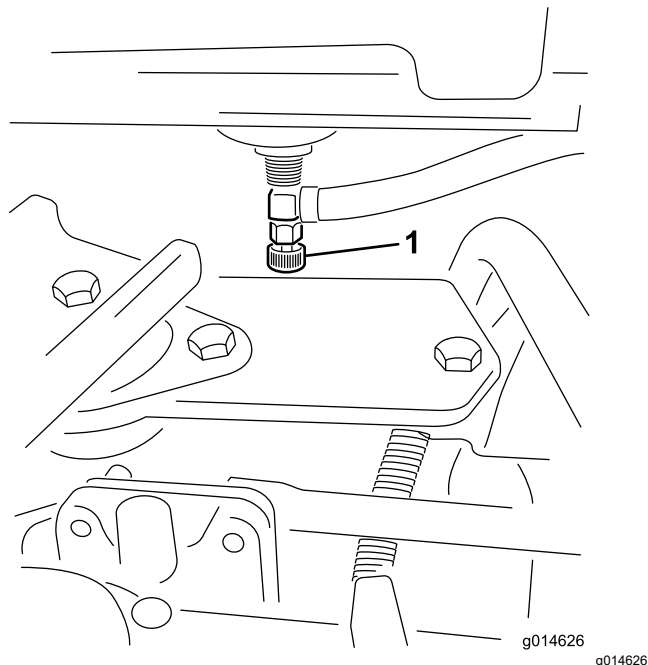

Рисунок 34
1. Закройте отсекающий топливный клапан, расположенный под топливным баком (Рисунок 34).